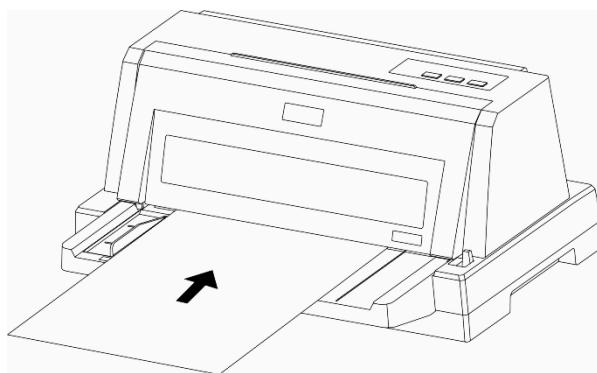

图 3
- 5) 如图3所示把纸要打印一面朝上, 从打印机前方插入纸槽, 至不能再向前为止, 打印机将自动装纸至打印起始位置, 电源灯亮, 打印准备就绪。